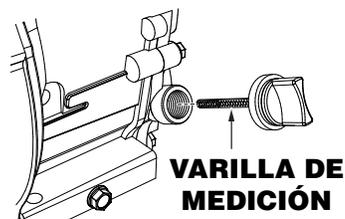

Figura 4. Extracción de la varilla de medición de aceite del motor
2. Quite la varilla de medición del orificio de llenado de aceite del motor (Figura 4) y límpiela.